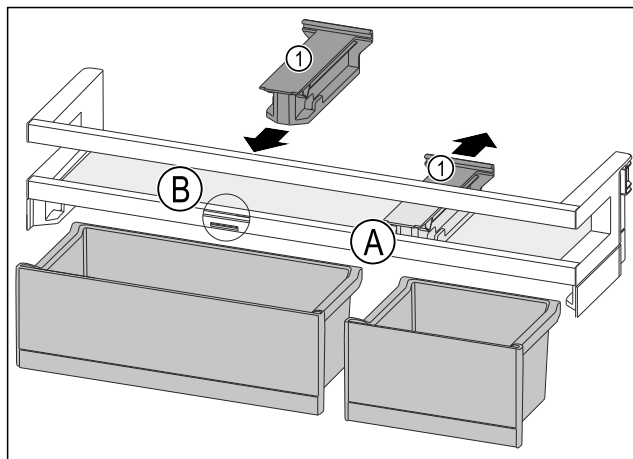

Fig. 122
- Tirare l'elemento di tenuta Fig. 122 (1) all'indietro per portarlo in posizione Fig. 122 (A).
- Inserire l'elemento di tenuta Fig. 122 (1) in posizione Fig. 122 (B).